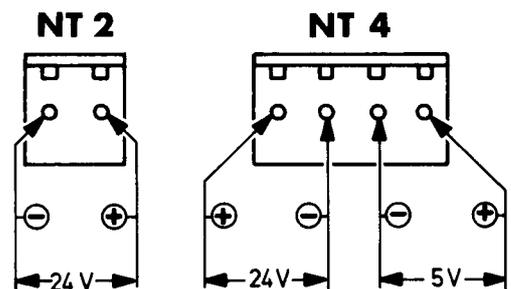

Bild 2.
2.2. Spannungen gemäß Bild 2 überprüfen.